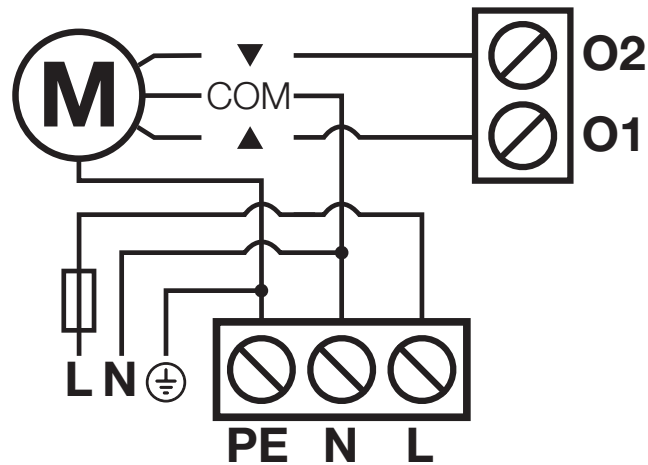

fig.8 Conexiones eléctricas
6. Conecte los cables a los bornes, respetando el esquema de la fig. 8 y las operaciones descritas en los capítulos 4.1, 4.3 y 4.4.